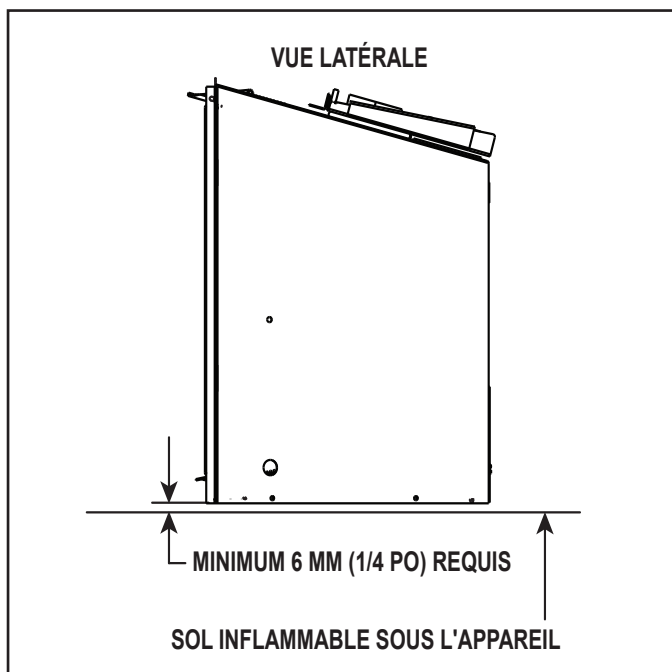

Figure 3.19 Dégagement pour le plancher de combustible solide
- Un espace minimal de 6,35 mm (1/4 po) entre le bas de l'appareil et le sol métallique de la boîte à feu pour combustible solide est **RECOMMANDÉ**. Voir la vue latérale à la figure 3.19.
- Un plancher inflammable sous l'appareil est acceptable avec un espace de 6,35 mm (1/4 po). Voir la figure 3.19.